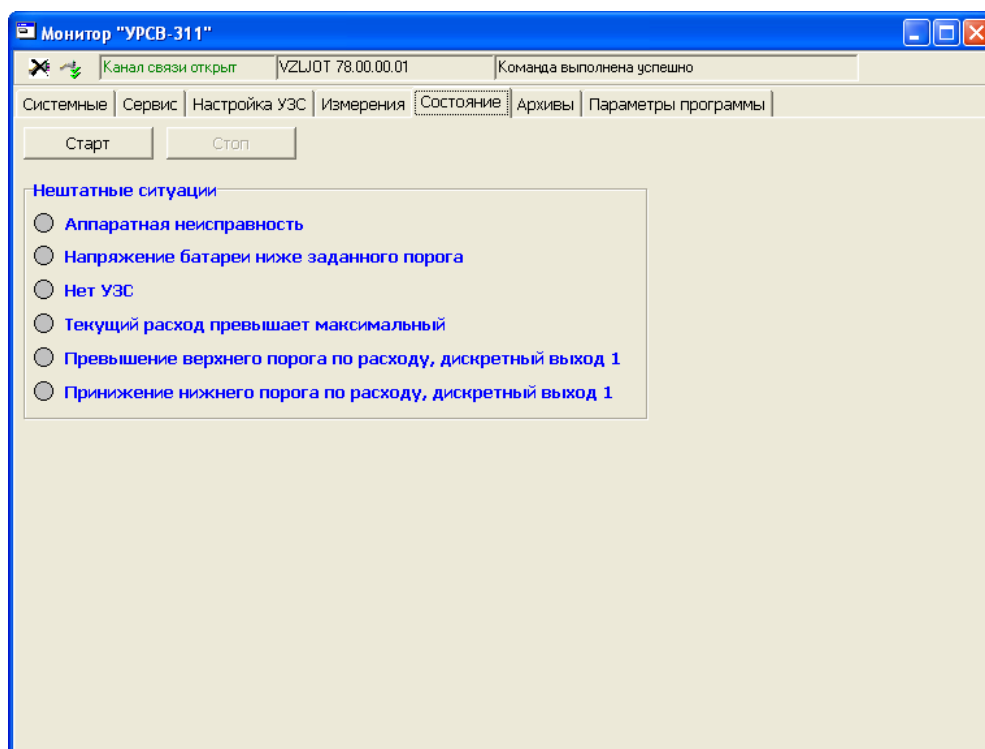

Рис.8. Окно «Состояние» программы «Монитор УРСВ-311».
2.5.5. Текущее состояние расходомера индицируется во вкладке «Состояние» при нажатии на кнопку «Старт» (рис.8).